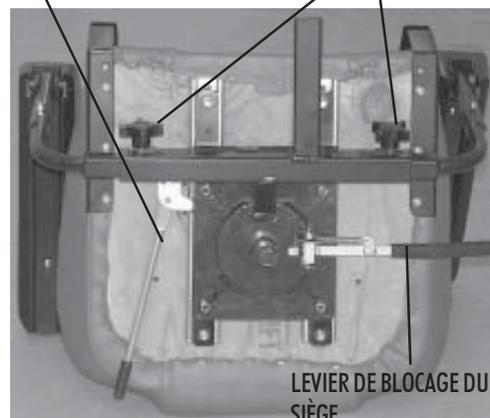

FIGURE 15. RÉGLAGES DU SIÈGE
1. Débloquez le siège à l'aide du levier (voir la figure 15).
1. Pesez sur le levier pour débloquer le siège (voir la figure 15).
1. Desserrez les boutons derrière le dossier du scooter (voir la figure 15).
1. Desserrez la vis de blocage sur le côté du tube de réglage en hauteur avec la clé hexagonale de 1/8 po (voir la figure 15).